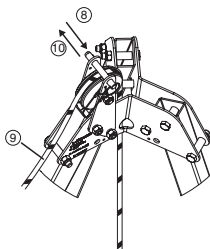

Fig. 10
8. Retirar o fuso com esfera que se encontra por cima da roldana de transmissão no cimo do tripé trípode (Fig. 10, 8).
9. Passar a drisse do aparelho Derope™ em volta da roldana de transmissão (Fig. 10, 9).
10. Reinstalar o fuso com esfera de modo a impedir que a drisse saia da roldana de transmissão (Fig. 10, 10).